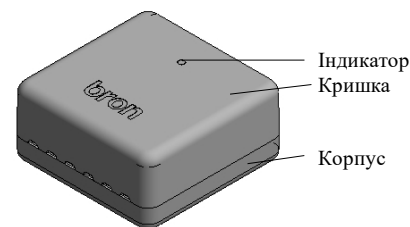

Рисунок 1.1 – Загальний вигляд
1.9 Режим роботи датчика відображається світлодіодним індикатором, який розміщений зверху корпусу (див. рисунок 1.1).